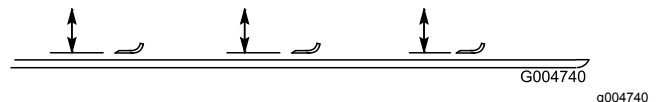

図 140
4. カuttingユニットの天井から各ブレードの前端の刃先までの距離を測る 図 140。